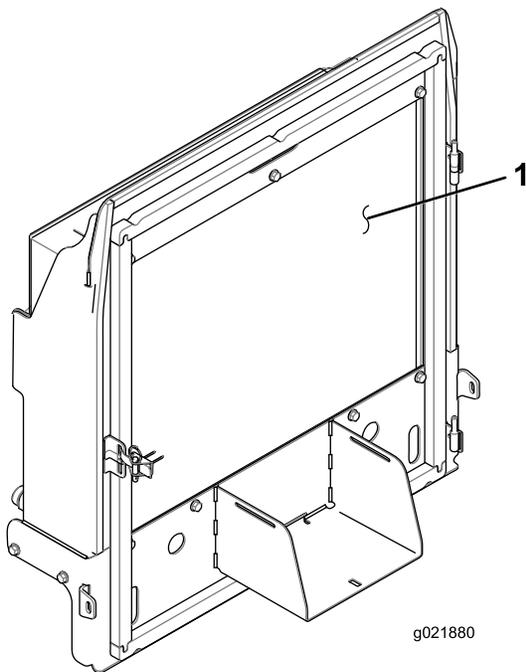

Рисунок 143
4. Тщательно очистите сжатым воздухом обе стороны радиатора/маслоохладителя (Рисунок 143).